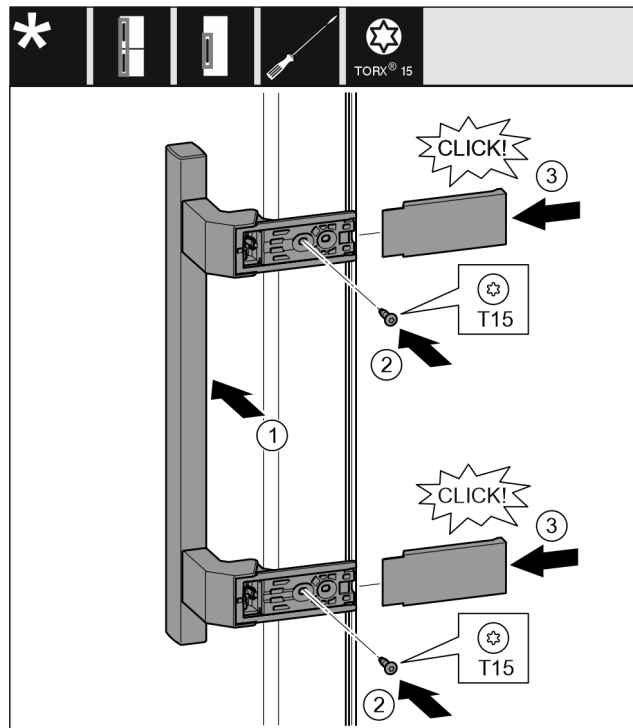

Fig. 12
- ▶ Поставете дръжката от другата страна. Fig. 12 (1)
- ▶ С отвертка T15 затегнете винтовете. Fig. 12 (2)
- ▶ Поставете отстрани капците и ги нахлузете. Fig. 12 (3)